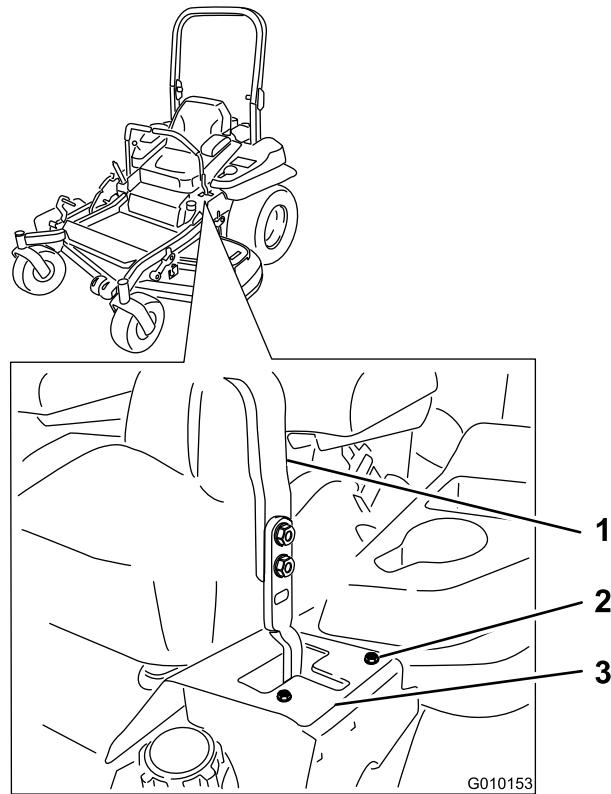

Figure 68
- Si la machine se déporte à droite, desserrez les boulons et déplacez la plaque de butée gauche en arrière sur la fente en T gauche, jusqu'à ce qu'elle se déplace en ligne droite (Figure 68).
- Si la machine se déporte à gauche, desserrez les boulons et déplacez la plaque de butée droite en arrière sur la fente en T droite, jusqu'à ce qu'elle se déplace en ligne droite (Figure 68).
8. Serrez les boulons de la plaque (Figure 68).